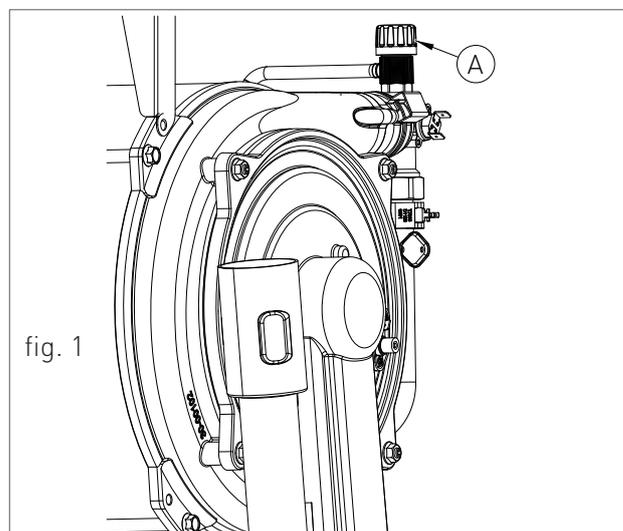

fig. 1
1. Assicurarsi che tutta l'aria fuoriesca dall'impianto svitando in senso anti-orario la valvola di sfogo aria posta in alto al blocco a condensazione (A - fig.1) e allentare leggermente il tappo della valvola jolly (B - fig. 2).
7. Al termine delle operazioni chiudere la valvola di sfogo aria posta in alto al blocco a condensazione (A - fig.1).
Procedere al riempimento del sifone raccogli condensa nel seguente modo (vedi fig. 1):
- › Con un bicchiere versare acqua nell'uscita di scarico fumi dello scambiatore (vedi fig. 1), fino a riempire il sifone al punto più alto "T" (fig. 1);